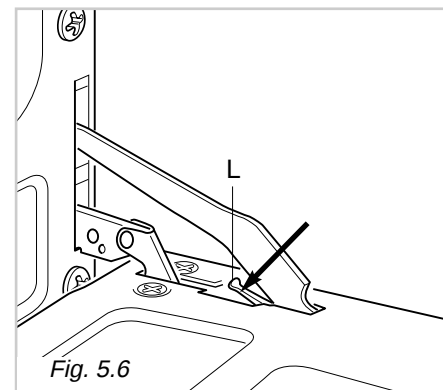

Fig. 5.6
- De hendel "L" naar beneden duwen en in deze stand houden terwijl men de deur zachtjes sluit om het scharnier te blokkeren (fig. 5.6).